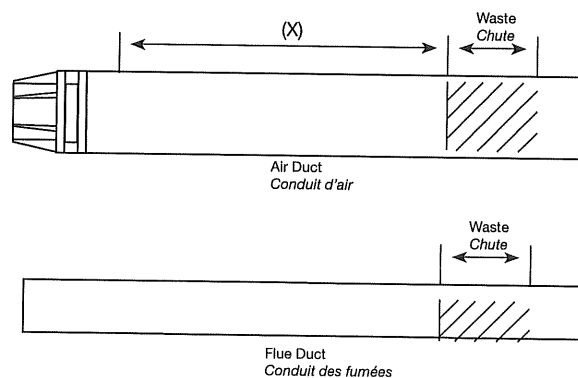

Fig. 3
3. Taking the air duct, mark dimension 'X' as shown (Fig. 3). Measure the length of waste material, and transfer the dimension to the flue duct (Fig. 3).
3. En prenant le conduit d'air, marquer la cote 'X' (voir Fig.3). Mesurer la longueur de la chute et la transférer sur le conduit des fumées (Fig.3).